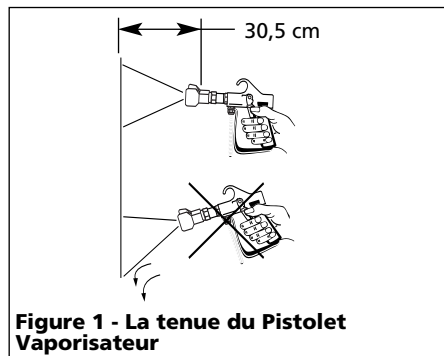
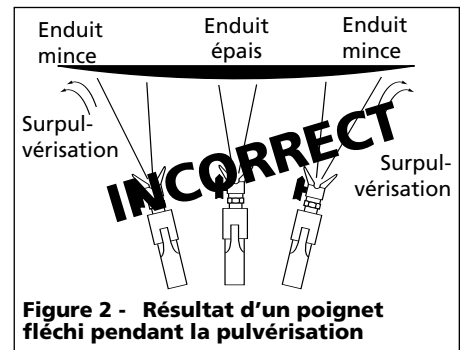

Figure 1 - La tenue du Pistolet Vaporisateur
Figure 2 - Résultat d'un poignet fléchi pendant la pulvérisation
1. Garder le pistolet perpendiculaire à la surface. Toujours tenir le pistolet perpendiculaire à la surface avec la buse approximativement 30,48 cm (12 po) de la surface. Si vous tenez le pistolet à un angle (du haut en bas ou d'un côté à l'autre), la peinture s'accumulera de manière inégale, laissera des taches et causera la surpulvérisation excessive (Voir Figure 1).
2. Diriger le pistolet avec un coup de bras régulier. Diriger le pistolet à une allure modérée et égale avec le pistolet perpendiculaire à la surface (Voir Figures 1 & 2). Ne pas vanner le pistolet car ceci causera la surpulvérisation excessive et l'application inégale (Voir Figure 2).